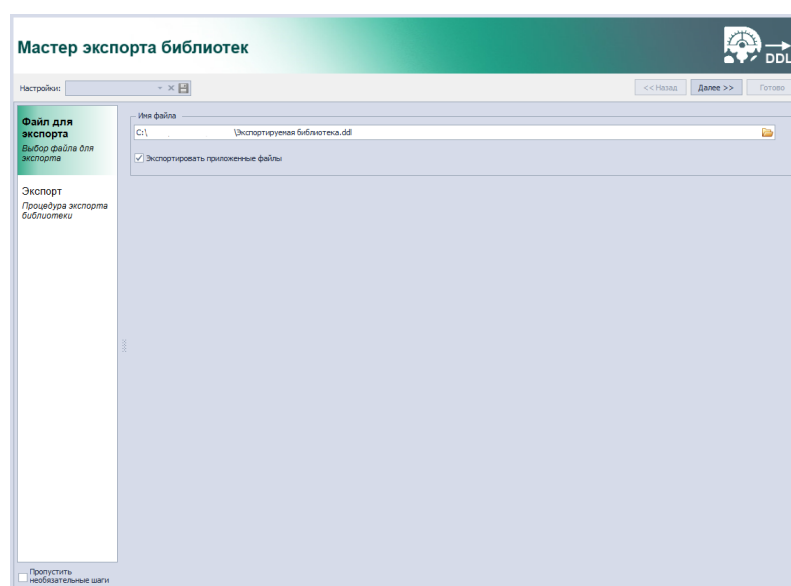

Рис. 34 Имя экспортируемого файла и место его сохранения
3. Убедиться, что в поле «Имя файла» отображается корректная информация об имени и месте сохранения экспортируемого файла, см. Рис. 34. Имя и место сохранения файла можно ввести непосредственно с клавиатуры. Если поле «Имя файла» не заполнено, начать экспорта невозможно.